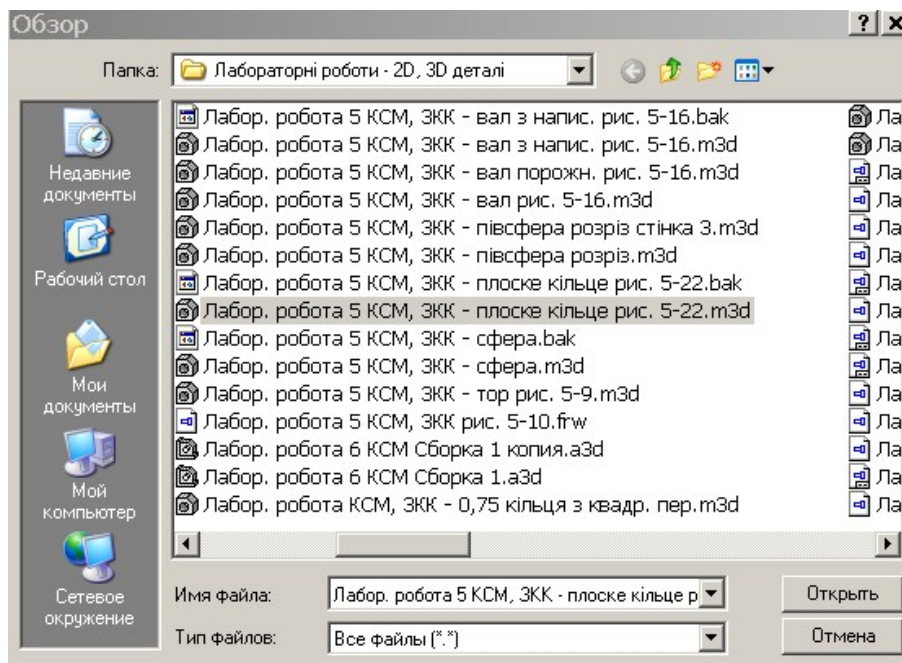

Рис. 6.32
3. **Огляд** → Вибирається необхідний файл → **Відкрито**, рис. 6.32.